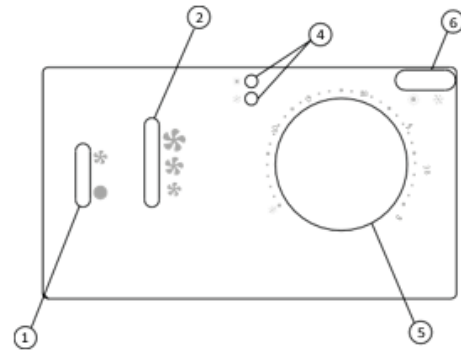

Fig. 1
**FAN-COIL 4T** (Fig. 1): regolatore elettronico per fan-coil con doppio scambiatore (impianto a 4 tubi), ventilatore con motore asincrono a tre velocità, valvole ON/OFF, commutazione ESTATE/INVERNO manuale o automatica (in base alla temperatura dell'aria), possibilità di lettura della temperatura dell'acqua per consenso al funzionamento della ventilazione.